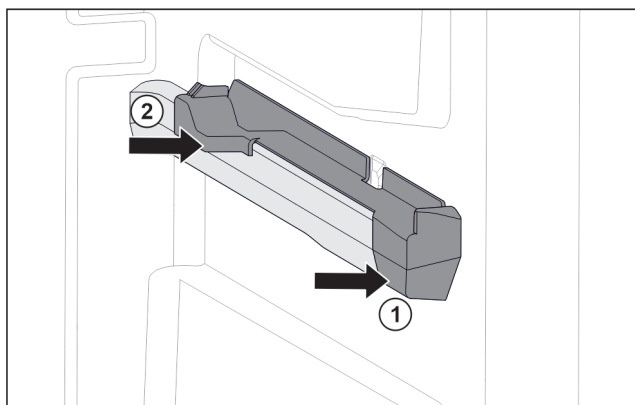

Fig. 124 Násuvný diel na pravom rebre nádoby
- ▶ Nasadte násuvný diel vpredu na rebro nádoby. Fig. 124 (1)
- ▶ Pritlačte násuvný diel vzadu. Fig. 124 (2)